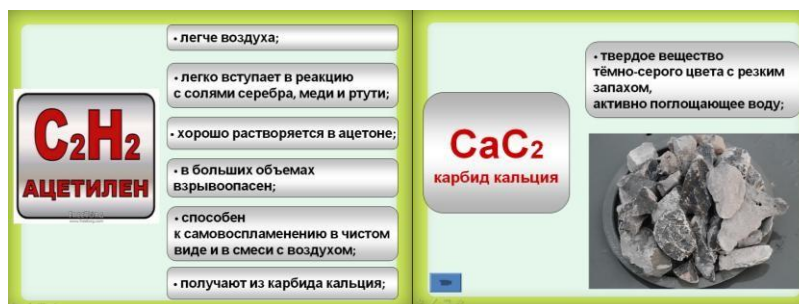

Рисунок 1 – Карбид кальция
6. Что представляет собой карбид кальция? Карбид кальция (см. рисунок 1) – твердое вещество темно-серого цвета с резким запахом, активно поглощающее воду.